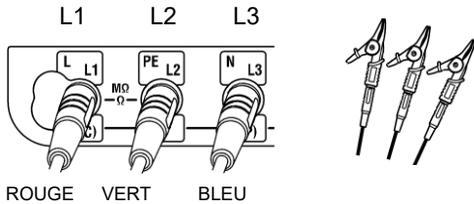

Fig. 13-1
(5) Si l'avertissement "Circuit en direct" s'affiche sur l'écran LCDet/ou que l'avertisseur retentit, **n'appuyez pas sur le commutateur de test** mais débranchez l'instrument du circuit. Mettez le circuit à plat avant de continuer.
(6) Appuyez sur le commutateur d'essai, l'écran montrera la résistance terrestre du circuit.
- Connecter le fil d'essai à l'instrument. (Fig. 13-1)